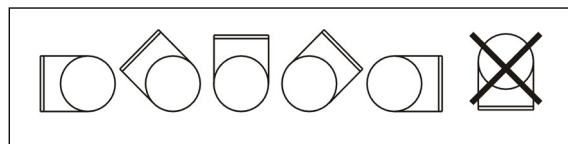

fig. 2
3. Montera värmaren i horisontell eller vertikal kanal i ett tillåtet monteringsläge enligt fig 2.